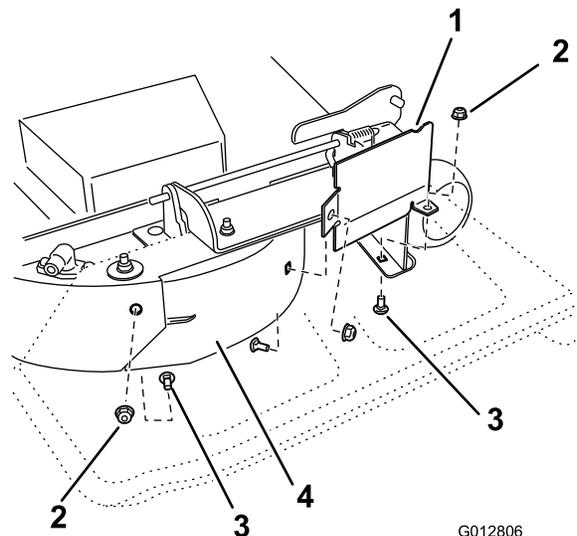

Figura 29
8. Retire el perno de cuello cuadrado (5/16" x 3/4") y la contratuerca (5/16"), situados en la pared trasera de la carcasa de corte, que sujetan el deflector a la carcasa (Figura 29).
9. Localice el protector del deflector en el borde delantero del orificio de descarga lateral y retire las fijaciones que sujetan el protector del deflector y el deflector derecho a la carcasa de corte (Figura 29).